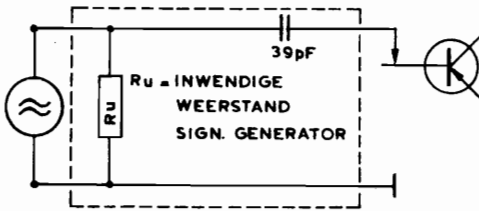

fig. 2
b. - Signaal via meetkop fig. 2 aansluiten op basis van transistor T1.
HF - Signaalgenerator via meetkop fig. 2 aansluiten op basis van T1. Gevoeligheid op de volgende bereiken zijn: